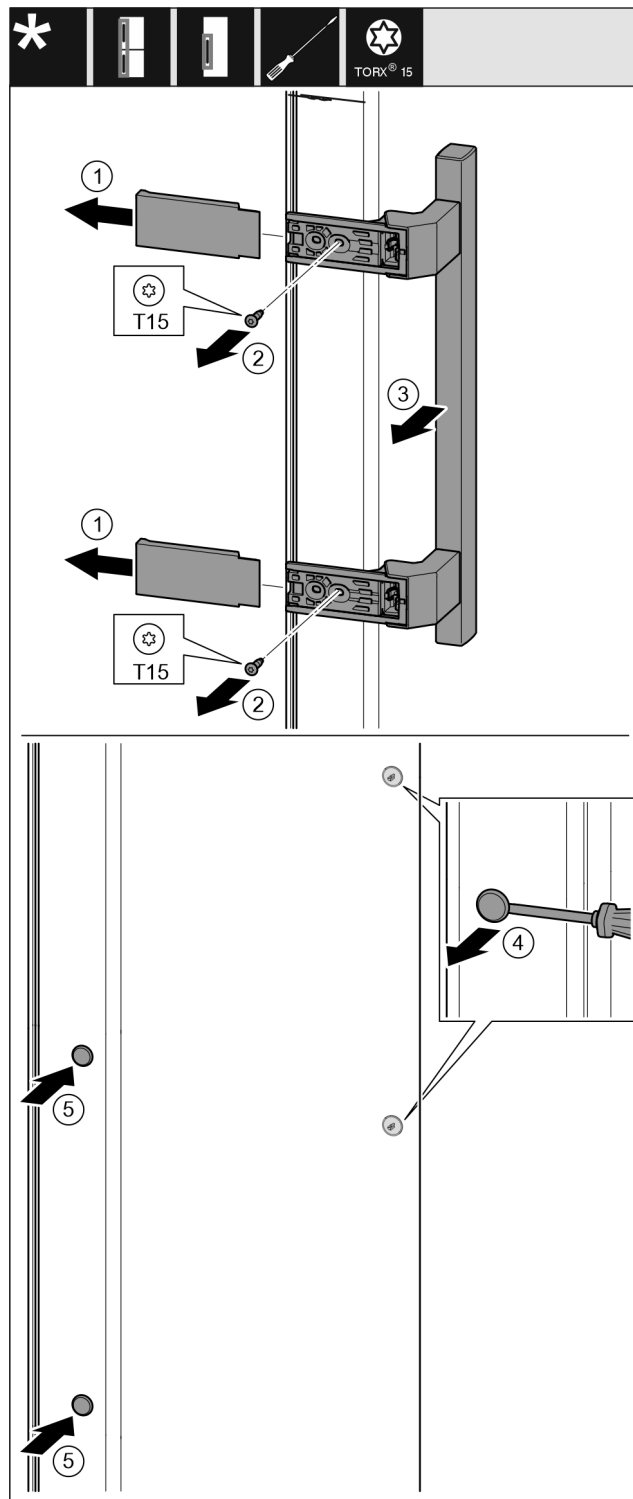

Fig. 17
- ▶ Zdjąć osłonę. Fig. 17 (1)
- ▶ Śruby wykręcić przy pomocy śrubokręta T15. Fig. 17 (2)
- ▶ Zdjąć uchwyt. Fig. 17 (3)
- ▶ Boczna zatyczkę ostrożnie podważyć przy pomocy śrubokręta i wyjąć. Fig. 17 (4)
- ▶ Zatyczkę założyć ponownie z drugiej strony. Fig. 17 (5)